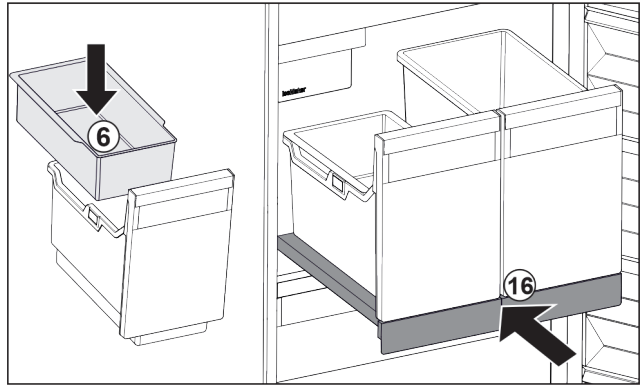

Fig. 176
- Installer le balconnet *Fig. 176 (6)* pour glaçons.
- Rentrer le compartiment coulissant avec le bac (IceTower). *Fig. 176 (16)*